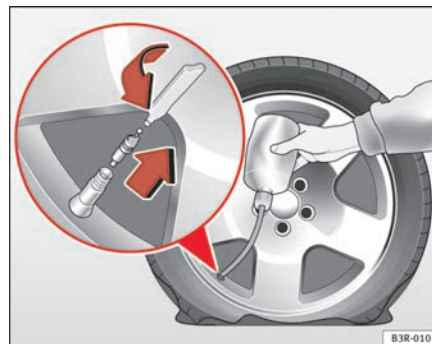

Abb. 184 Reparatur durchführen
- Entfernen Sie die Ventilkappe vom Reifenventil und drehen Sie mit dem beiliegenden Ventileinsatzdreher den Ventileinsatz heraus ⇒ Seite 253, Abb. 184.